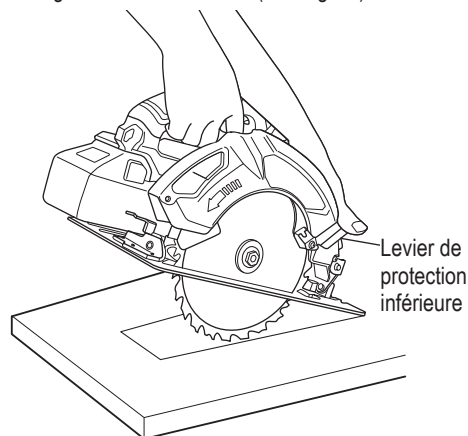

Fig. 33
1. Marquer bien lisiblement la section à couper avec des lignes sur tous les côtés. (Voir Fig. 33)
3. Pousser le levier à fond vers l'arrière jusqu'à ce que la lame soit exposée, comme indiqué à la Fig. 33.